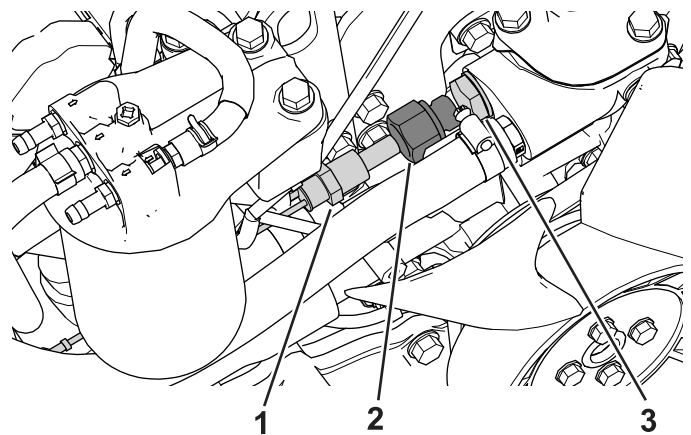

Figure 33
1. Localisez le boîtier de thermostat sur le bloc-moteur et retirez le bouchon de l'orifice du moteur (Figure 33).